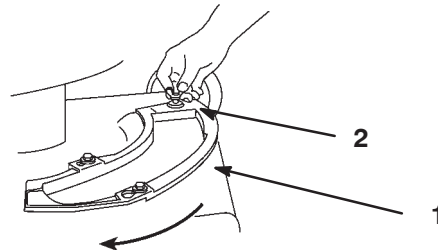

Figure 92
2. Retirer la vis à ailettes fixant l'obturateur au carter de la tondeuse (Fig. 92).